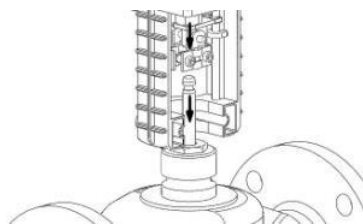

РИС.2
2. Распакуйте привод, снимите U-образный болт на приводе и ослабьте зажим на штоке привода. После того, как шток привода и шток клапана окажутся наверху, нажмите вместе, чтобы нижняя часть привода упала на монтажную плоскость корпуса клапана (Рис.2). Поверните привод так, чтобы средняя линия штока клапана была в центре, чтобы плоскость центральной линии двух опор привода была параллельна оси.